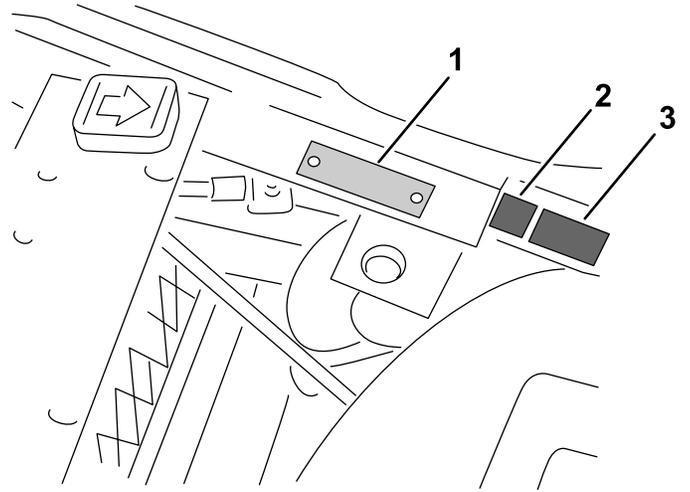

Figure 11
- Appliquez l'autocollant de la marque CE et l'autocollant de l'année de production près de la plaque du numéro de série sur le support du repose-pieds (Figure 11).